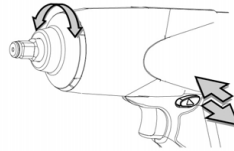

Abb. 5
4. Zum Umkehren der Maschine (siehe Abb. 5) verwenden Sie den Vorwärts-/Rückwärts-Stift an der Antriebseinheit. Die Drehrichtungen werden zudem auf der Vorderseite des Handgriffs dargestellt.